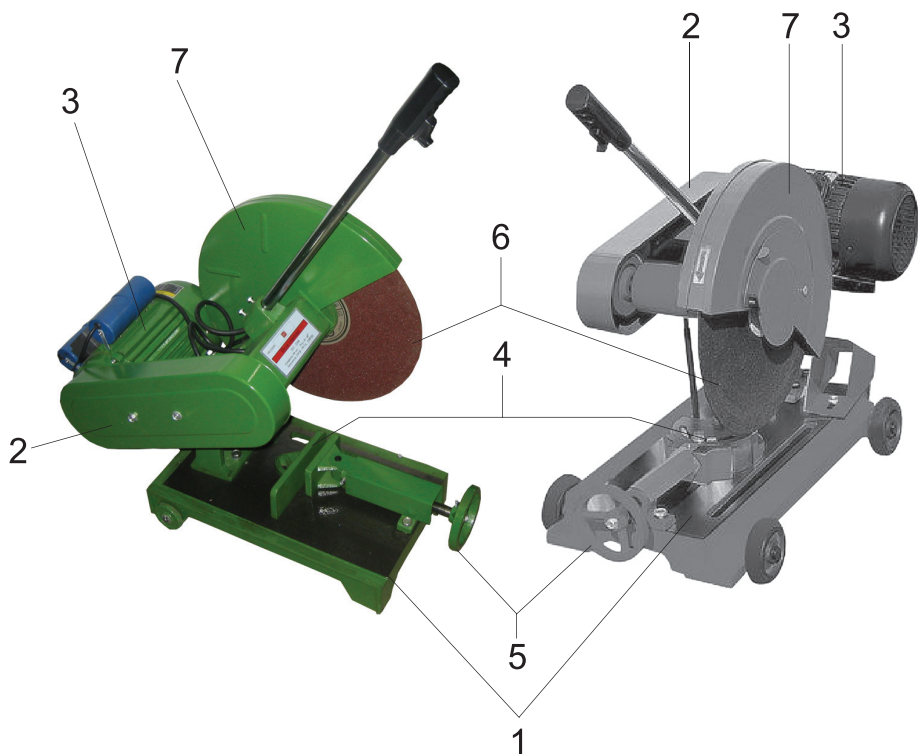

Рис. 1
4.1 Общий вид пилы схематично представлен на рис.1